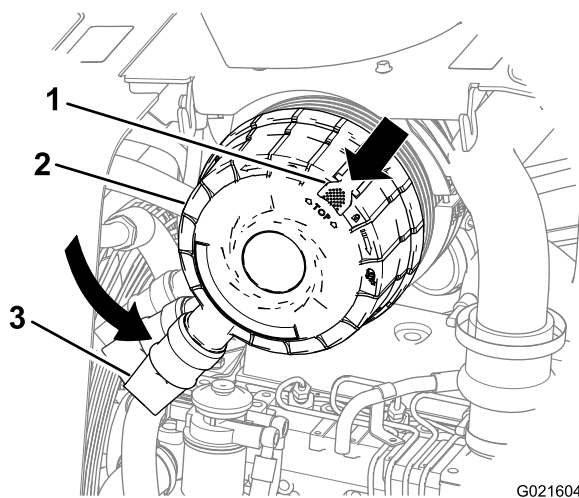

Figure 48
3. Faites tourner le couvercle du filtre à air dans le sens antihoraire de manière à ce que le capuchon antipoussière soit à 7 h (Figure 48).